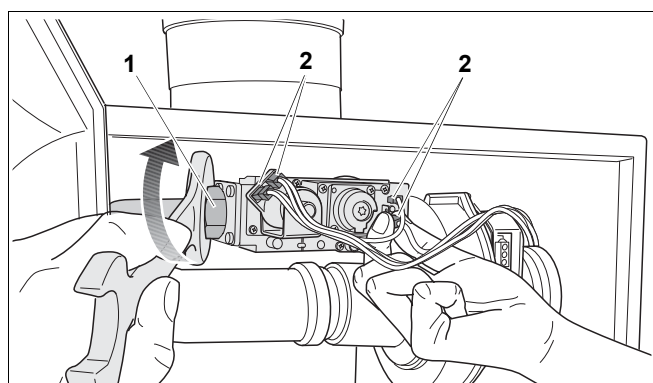

Fig. 111 Desfaceți racordurile de la armătura de gaz
- Desfaceți șuruburile (Fig. 111, **Poz. 1**) și scoateți cele 4 ștechere (Fig. 111, **Poz. 2**) de la armătura de gaz.